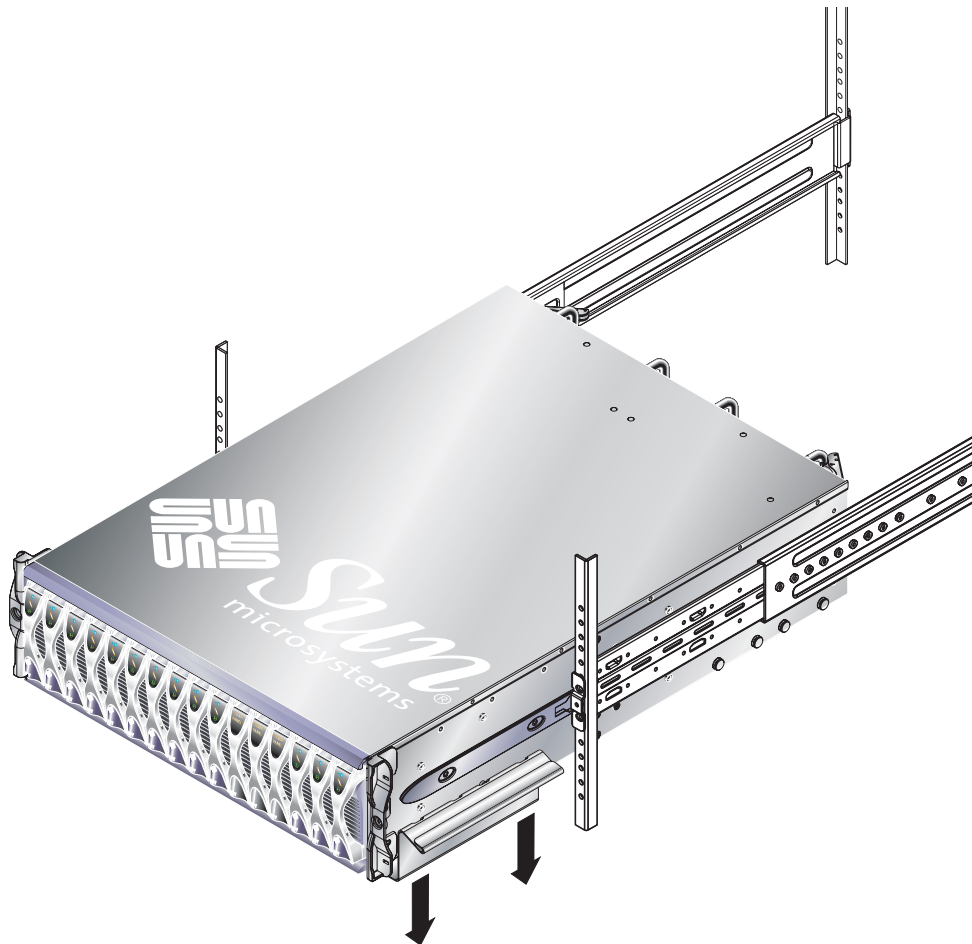

**FIGURE 3-6** Alignement du châssis sur les équerres (armoire 19" à quatre colonnes)
**3. Détachez la poignée amovible arrière (FIGURE 3-6).**
**5. Alignez le châssis sur les équerres de l'armoire. (FIGURE 3-6).**